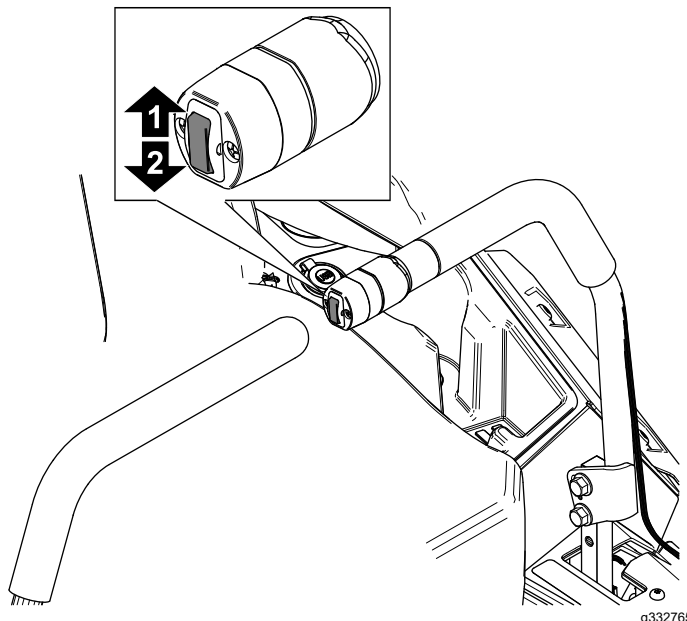

Figura 33
1. Presione hacia arriba el interruptor de elevación de la carcasa (Figura 33) hasta que la carcasa esté totalmente elevada.
1. Presione hacia arriba el interruptor de elevación de la carcasa (Figura 33).